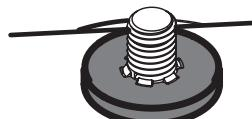

Figura 42
- Con cuidado coloque la arandela plana en el eje del husillo. Asegúrese de que las ranuras en la base de las roscas del eje de husillo se alinean con las ranuras de la arandela. Consulte la Figura 42.